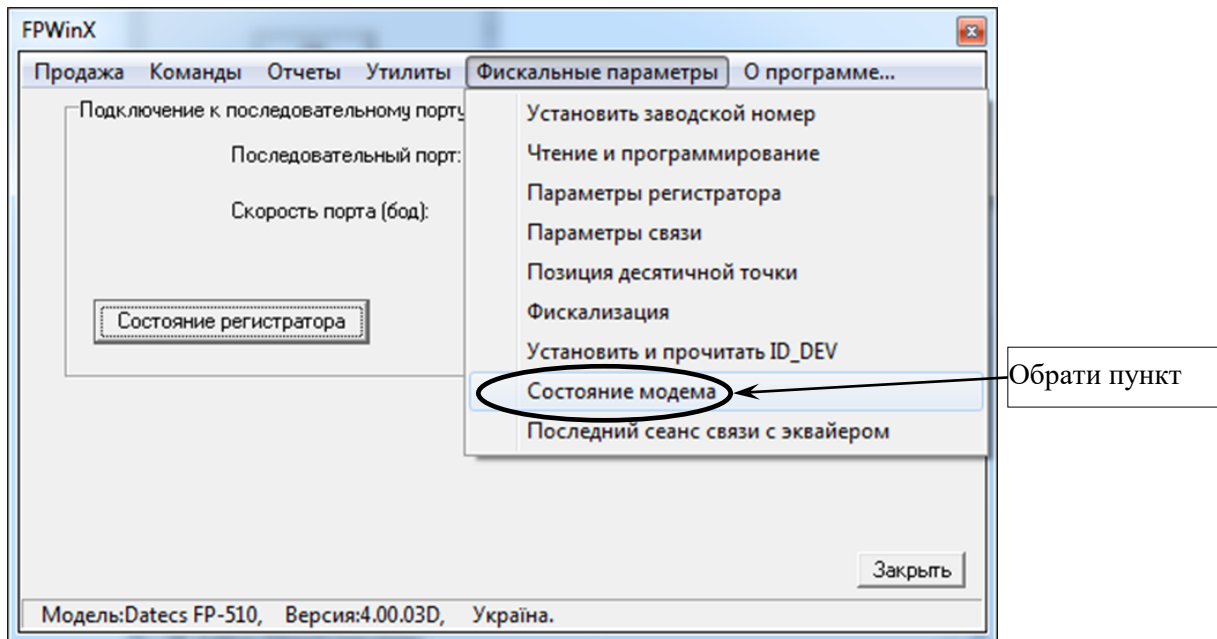

Рисунок 24
5.12 Перевірити стан модему реєстратора – у вікні програми «FPWinX.exe» обрати закладку «Фискальные параметры», далі у випадаючому меню обрати пункт «Состояние модема» (рисунок 24).